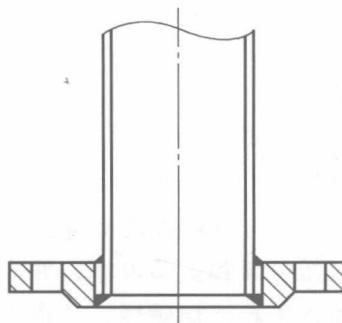

图1-1 管材与法兰盘焊接
27) 民用工程一般采用平焊法兰。管材与法兰盘焊接，应将管材插入法兰盘内，先点焊2~3点，再用角尺找正找平后方可焊接，法兰盘应两面焊接，其内侧焊缝不得凸出法兰盘密封面，如图1-1所示。